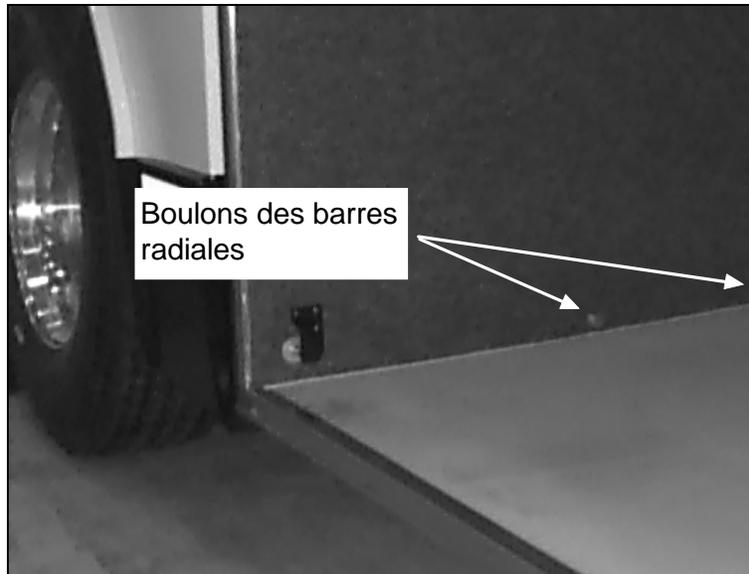

FIGURE 5: EMLACEMENT DES BOULONS
16. Localiser les deux trous des boulons des barres radiales du différentiel situés dans le compartiment à bagages (fig.5).